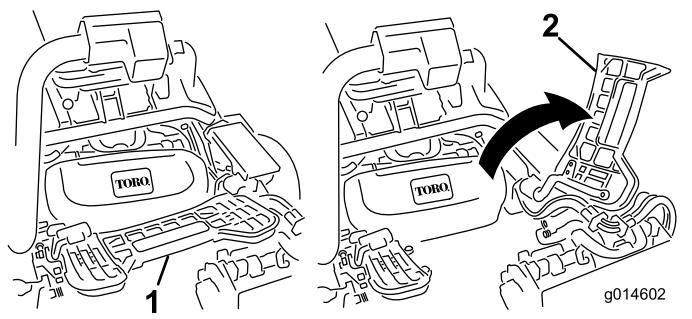

Рисунок 47
1. Поднимите и поверните вверх подножку, открывая доступ к центральному режущему блоку (Рисунок 47).